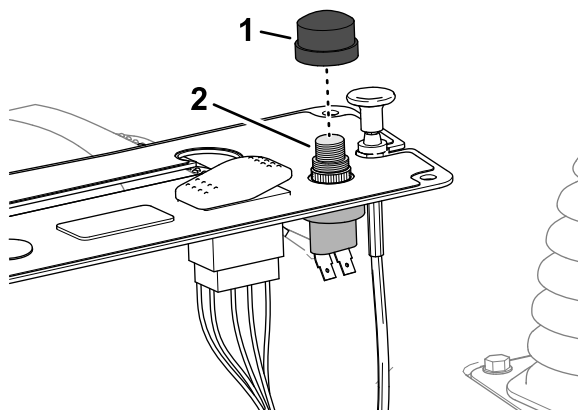

Figura 17
3. Enrosque o botão do interruptor no interruptor da buzina (Figura 17).